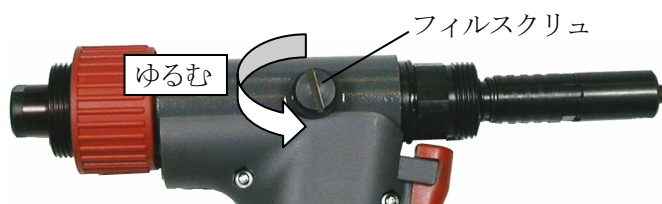

図7-14
- (9) 油圧オイルの注入が完了した後、エアピストンアッセンブリとチャンバを組み付けます。組み付ける前に、チャンバの内側にグリスを塗付してください。組み付けは分解と逆の手順で行ってください。
- (10) マイナスドライバーでフィルスクリュを緩め、余分な油圧オイルと空気(気泡)を除去してください。油圧オイルが出なくなるまで放置した後、フィルスクリュを締め付けてください。(図7-14)